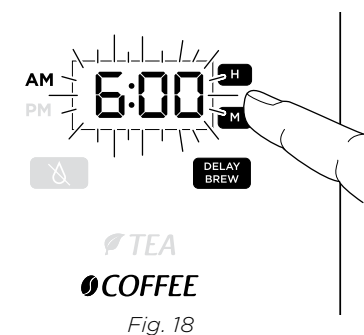

Fig. 18
- Appuyez sur DELAY BREW (infusion différée). Le bouton DELAY BREW (infusion différée) s'illuminera, et l'horloge commencera à clignoter en indiquant « 12:00 » ou la dernière heure d'infusion différée réglée (fig. 18).